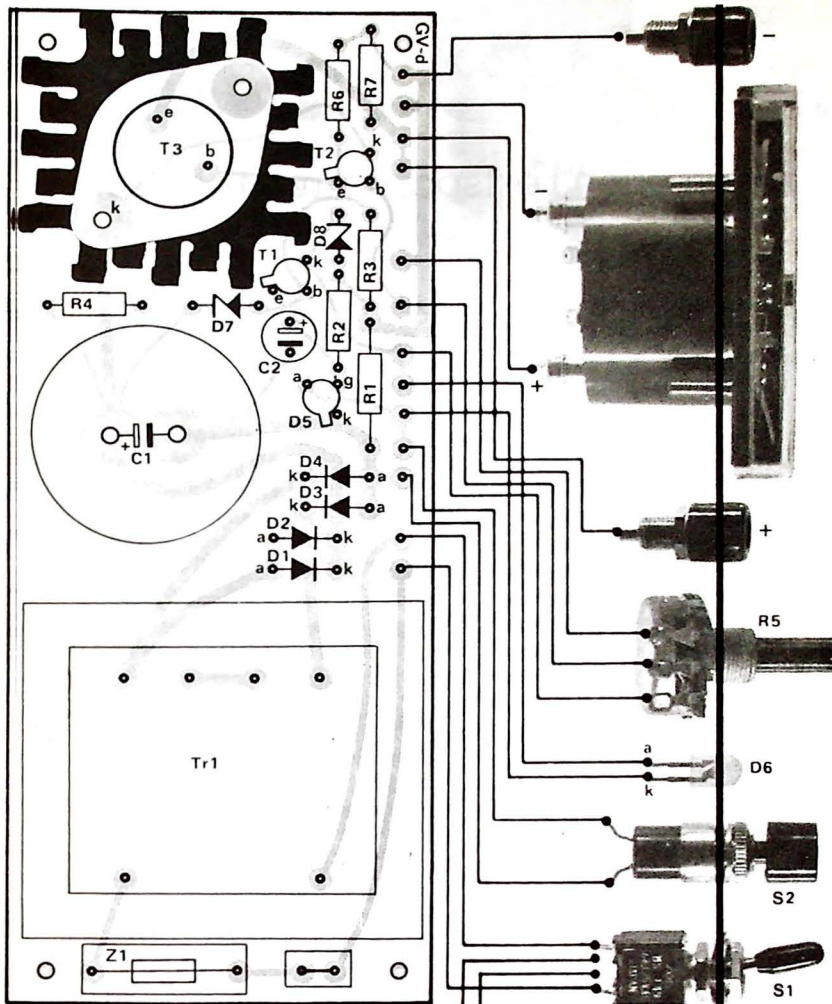

**Bild 4, Bild 5.** Das Printlayout links zeigt, daß plan rechts ist auch die bei diesem Schaltungs-
- 1 x Print nach Bild 4/5
Bild 4 zeigt die Kupferseite des Prints, der für das Junior-Netzgerät entwickelt wurde, in Bild 5 ist zu sehen, wo welche Bauelemente hingehören.